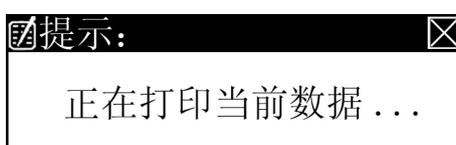

图 7.8
5) 按“打印”键，出现提示框图 7.8，则可以将测试结果打印出来。